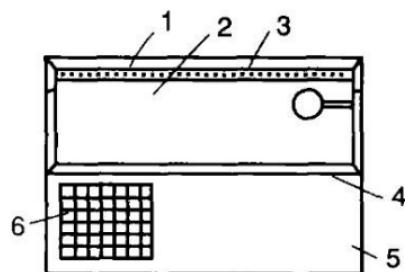

Рис. 93. Расположение коллектора воды в льдогенераторе:
36.9. Коллектор (рис. 93) распределяет воду по плите испарителя таким образом, чтобы происходило образование ровного блока льда. Водяной насос перекачивает воду из резервуара в коллектор. Иногда выходные отверстия в коллекторе закупориваются слизью или накипью, в результате чего вода распределяется неравномерно и образуется неровный блок льда. Для удаления накипи используют специальные растворы.